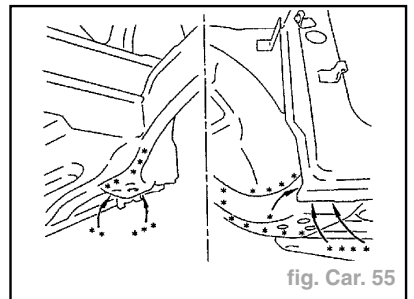

fig. Car. 55
- Dégrafer les points à l'aide d'une fraise de diamètre = **8 mm** (fig. Car. 55).